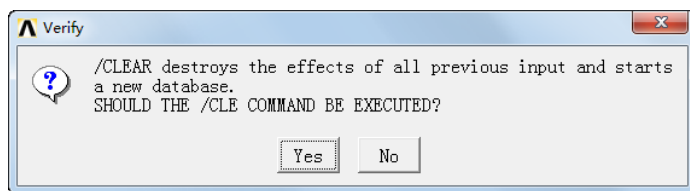

图 3-2 建立新文件的确认对话框
③ 打开确认对话框，单击“Yes”按钮，如图 3-2 所示。